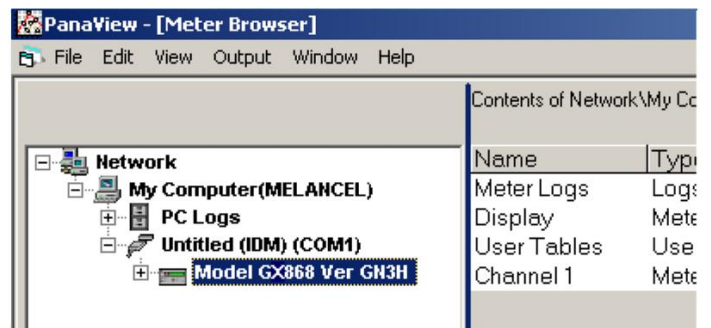

Figura 23: Árbol de red actualizado
Si la inicialización es exitosa, el navegador del medidor muestra una lista similar a la figura 23.
1. Resalte el medidor (como se muestra en la figura 23).